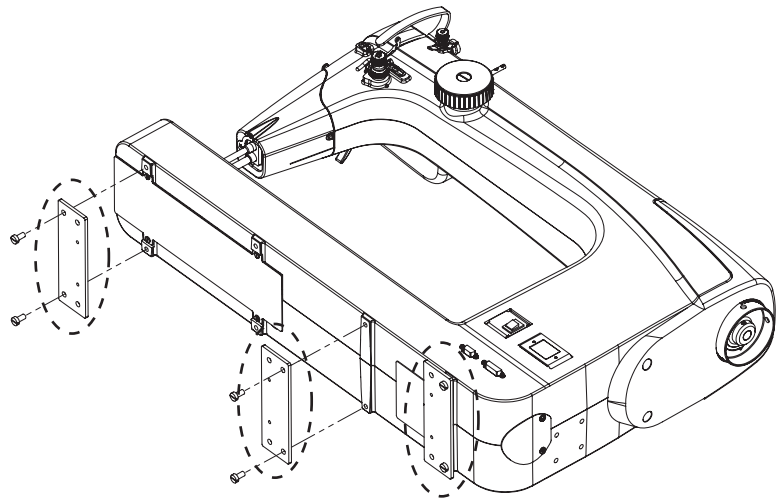

Bild 5-1
**5-1 :** Mit Hilfe des 5mm Inbusschlüssels, lösen Sie die 2 Schrauben von beiden Montageplatten an jedem Ende des unteren Teils der Juki-Maschine, wie in Bild 5-1 gezeigt.